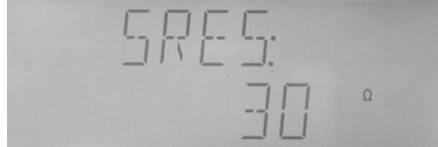

图 4—12 内阻选择
- 通过【◀】或【▶】按键选择“SRES”项，如图 4—12 所示，